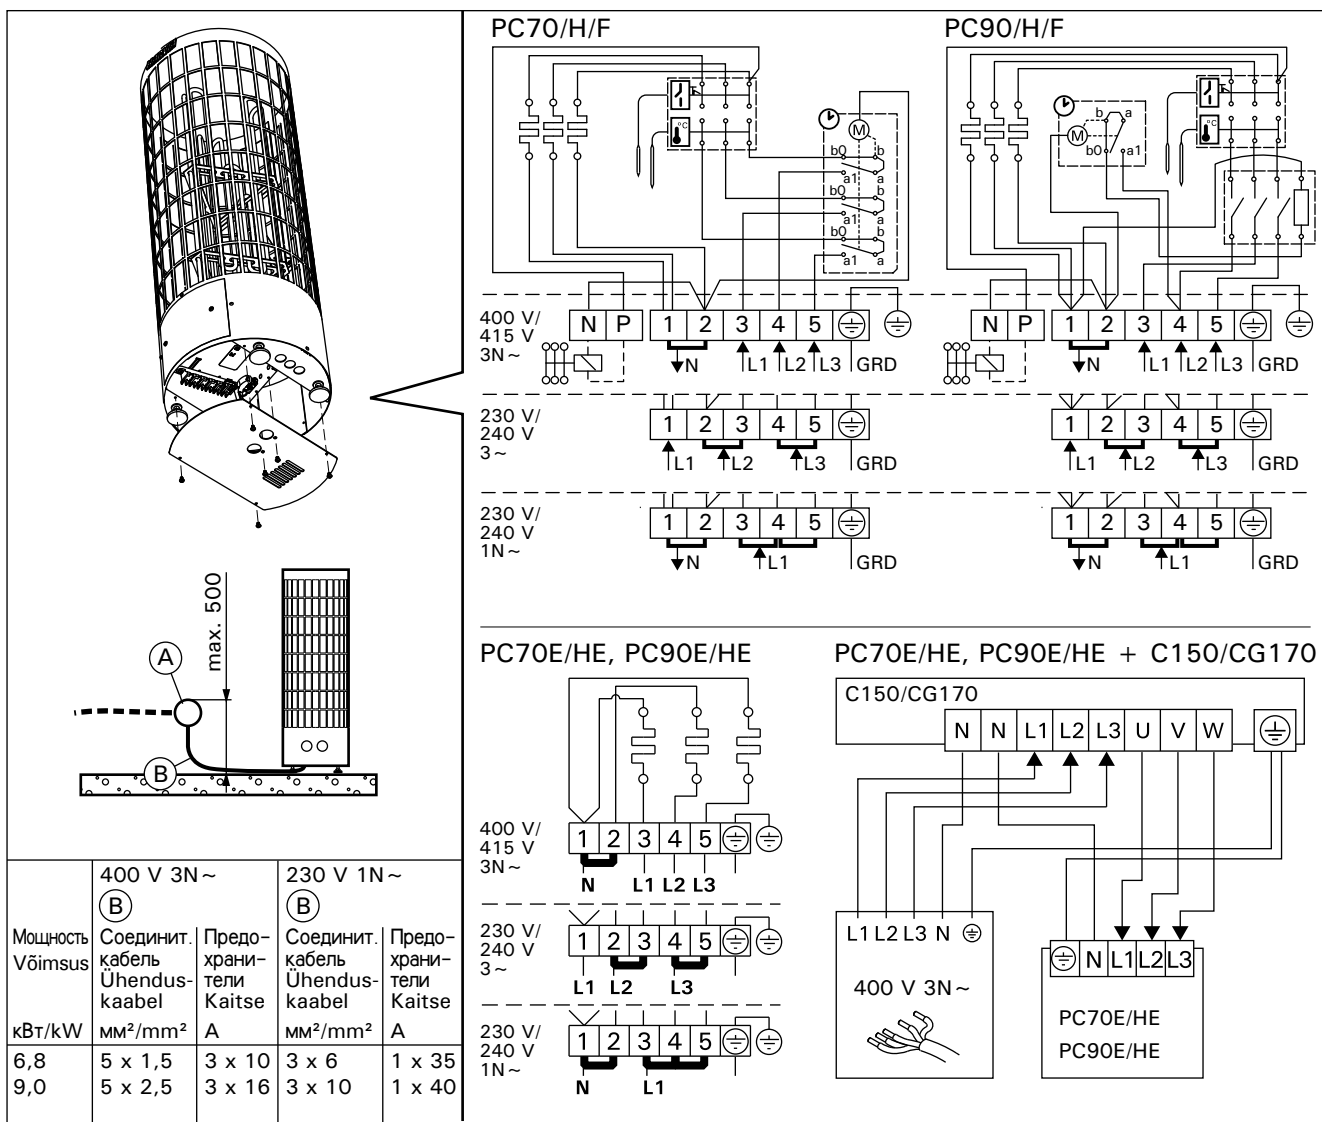

Рисунок 7. Электромонтаж
- Каменка гибким проводом подсоединяется к соединительной коробке (рис. 7: A) на стене сауны. Соединительная коробка должна быть брызгозащищенной и находиться на расстоянии не более 500 мм от пола.
- В качестве кабеля (рис. 7: B) следует использовать резиновый кабель типа HO7RN-F или подобный.
- Кроме клемм питания каменки PC/H/-F оснащены также клеммой (P), которая делает возможным управление электрическим нагревом (рис. 7). Управляющее напряжение передается от каменки, когда она включена. Кабель управления электронагревом подводят прямо к соединительной коробке каменки и дальше с помощью резинового кабеля, равного по сечению соединительному кабелю, к клеммнику.